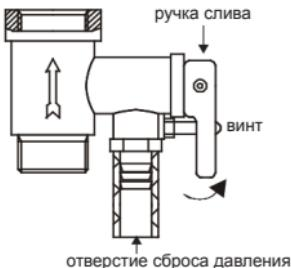

Рис. 6
- На входной патрубок обозначенный голубым цветом и стрелкой направления течения воды накрутите предохранительный клапан так, чтобы течение воды совпадало с направлением стрелки на корпусе клапана. На отверстие сброса давления предохранительного клапана (см. рис. 6) оденьте дренажную трубку* для отвода воды (возможно появление при нагревании) в канализацию.
6. Чтобы слить воду из внутреннего бака, можно воспользоваться сливным отверстием (только для серии FSL2) (необходимо открутить заглушку, закрывающую сливное отверстие), также воду можно слить через предохранительный клапан (открутить сливной винт предохранительного клапана и перевести ручку слива в верхнее положение, при этом кран выхода горячей воды должен быть открыт, а кран подачи холодной воды в водонагреватель должен быть перекрыт) (смогли рис. 6). Никогда не сливайте воду, если ее температура выше 50°C, т.к. это может привести к ожогам.